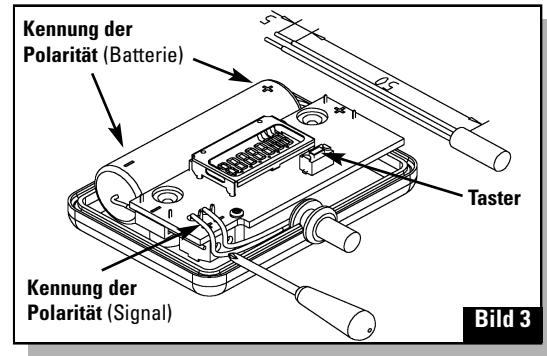

Bild 3
4.2 Anschluss der Signalleitungen (Bild 3)
Taster (siehe Bild 3) länger als 2 Sekunden drücken, ein Displaydurchlauf startet. Die verschiedenen Anzeigen wechseln jeweils nach zwei Sekunden solange die Taste gedrückt bleibt. Eine Aktion wird ausgeführt, indem die Taste während der entsprechenden Anzeige losgelassen wird.